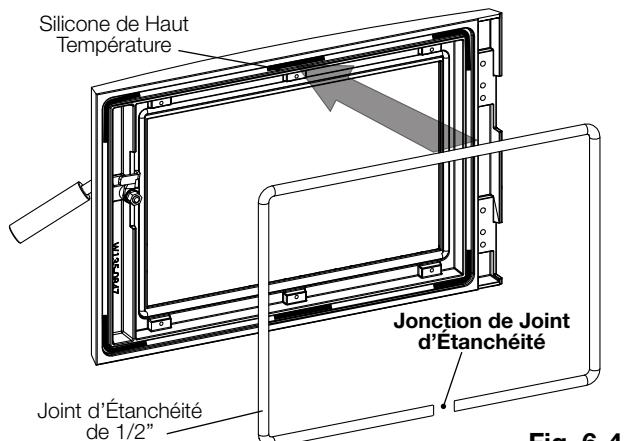

Fig. 6-4
2. Appliquez le **silicone de haut température** (non fourni) dans la rainure de joint d'étanchéité comme illustré (**Fig. 6-4**).
3. Coupez le joint d'étanchéité de 1/2" (fourni) à taille et le-placez au dessus du silicone. Appuez le joint d'étanchéité fermement pour assurer qu'il reste en place. **Assurez-vous que le jonction du joint d'étanchéité face vers le bas comme illustré (Fig. 6-4).**